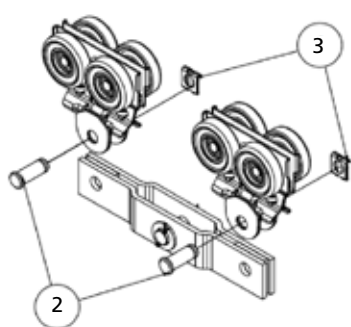

fig.61
3. Insérer le support de raccordement dans les plaques du chariot (fig. 61).
4. Remonter les goupilles 2 et remettre les butées dans le logement 1 (fig. 61).